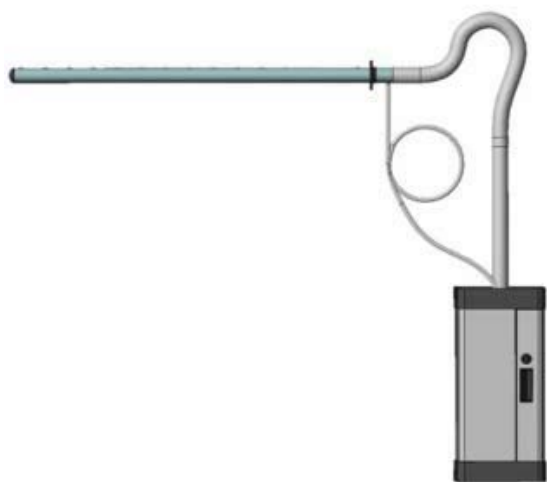
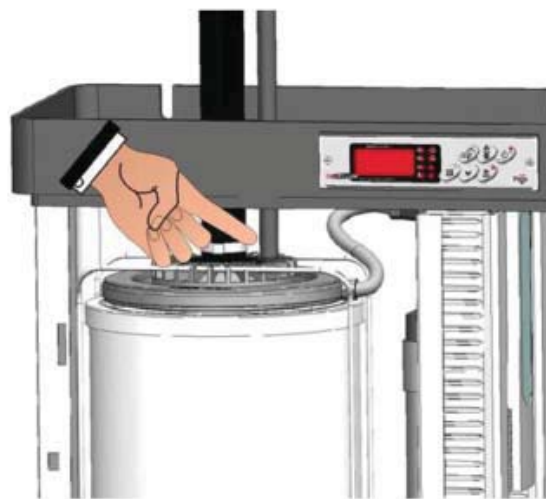

Рис. 44
Рис. 45
2. Если парораспределительная труба устанавливается выше увлажнителя и паровая трасса имеет сифонообразные изгибы (например, рис. 44), необходимо установить устройство возврата конденсата. Это специальный шланг, присоединяемый к соответствующему патрубку на цилиндре, который возвращает конденсат прямо в цилиндр увлажнителя (рис. 45) или сливает его в дренаж. Возврат конденсата производится по специальному шлангу PEGO UMITUBODN10, присоединяемому к патрубку диаметром 10 мм. На шланге возврата конденсата необходимо выполнить сифон — полный оборот минимальным диаметром 200 мм. Сифон должен быть наполнен водой при установке. Это предотвратит выход пара из шланга возврата конденсата (рис. 44).